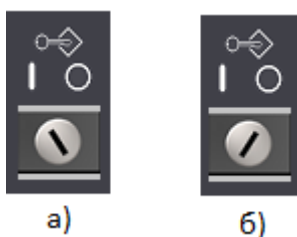

Рисунок 1.8 - Заблоковане (а) та розблоковане (б) редагування УП
2.3. Розблокуйте редагування УП змінивши положення ключа (рис. 1.8).